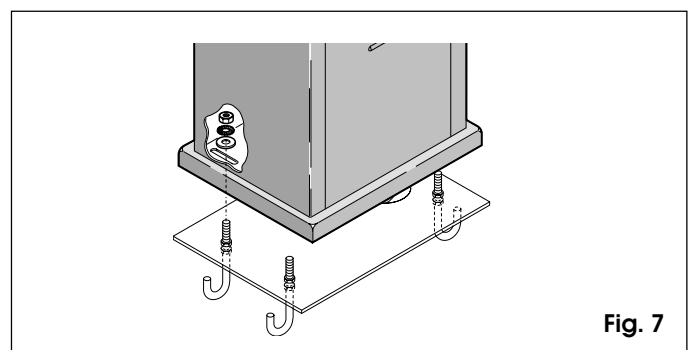

Fig. 7
- 1) Retirer le carter protecteur (fig. 2-rep. 2) et placer le motoréducteur sur la plaque de fondation. Monter, sans serrer, la rondelle plate, la rondelle grower et l'écrou comme indiqué fig. 7.